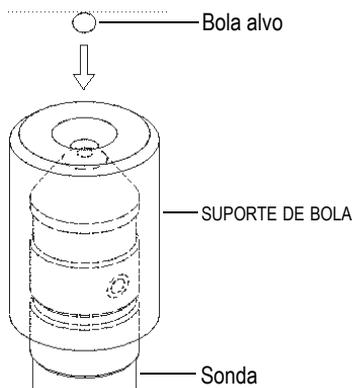

Figura 4-5 Alinhamento da bola alvo no suporte na sonda
3. **BALL ON:** Selecione a bola alvo que será usada nas medições posteriores, juntamente com o SUPORTE DE BOLA para aquele tamanho de bola. O suporte centraliza a bola alvo na ponta da sonda. Coloque a bola no topo do suporte. Coloque o suporte sobre a ponta da sonda e deslize-o para baixo, até parar, como mostrado na Figura 4-5 na página 88.